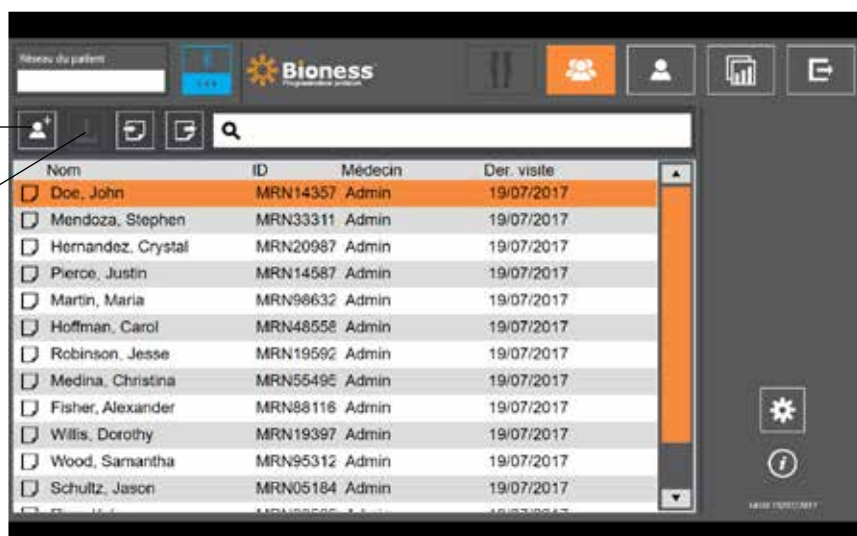

Figure 9-2 : Icône d'ajout d'un nouveau patient
2. Dans l'écran de base de données du patient, appuyez sur l'icône d'ajout d'un nouveau patient. Reportez-vous à la figure 9-2.
2. Ouvrez l'écran de base de données du patient, puis sélectionnez le patient dans la liste des patients. Reportez-vous à la figure 9-2.
3. Appuyez sur l'icône de téléchargement. Reportez-vous à la figure 9-2. Une fenêtre apparaît. Elle indique « Programmer tous les stimulateurs avec le patient : X,X ». Appuyez sur le bouton Continuer.